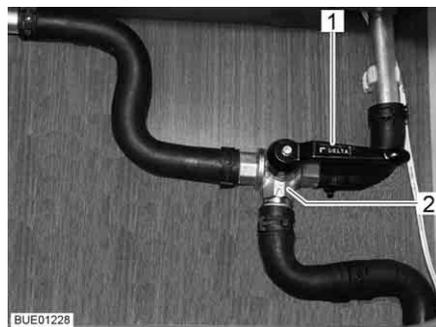

Fig. 146 Válvula de 3 vías
- Poner la palanca (Fig. 146,1) de la válvula de 3 vías (Fig. 146,2) en posición paralela al sentido de flujo recto (Fig. 146).
- Poner la palanca (Fig. 146,1) de la válvula de 3 vías (Fig. 146,2) en posición transversal al sentido de flujo recto.